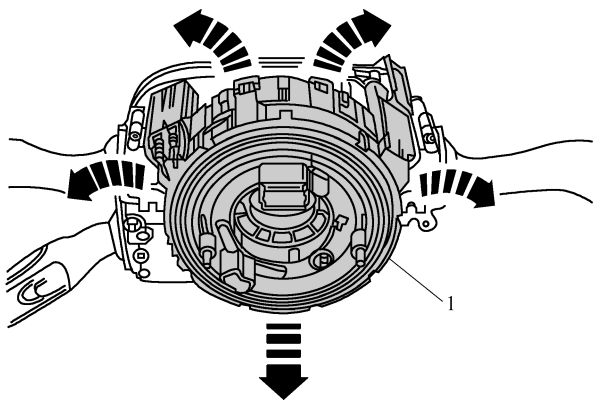

图 6-2-12 转向柱开关模块(SMLS)拆下后的情况
(5) 脱开下部饰板上的插接器, 如图 6-2-12 所示, 脱开带滑环的复位环上方的插接器。小心松开卡钩(箭头所示)并从转向柱开关模块(SMLS)上拔出带